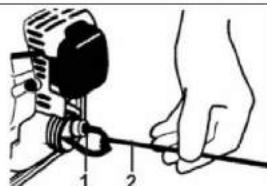

Fig.PP17
5. utiliser un fil coudé pour extraire le filtre du réservoir d'essence (Fig.PP17)